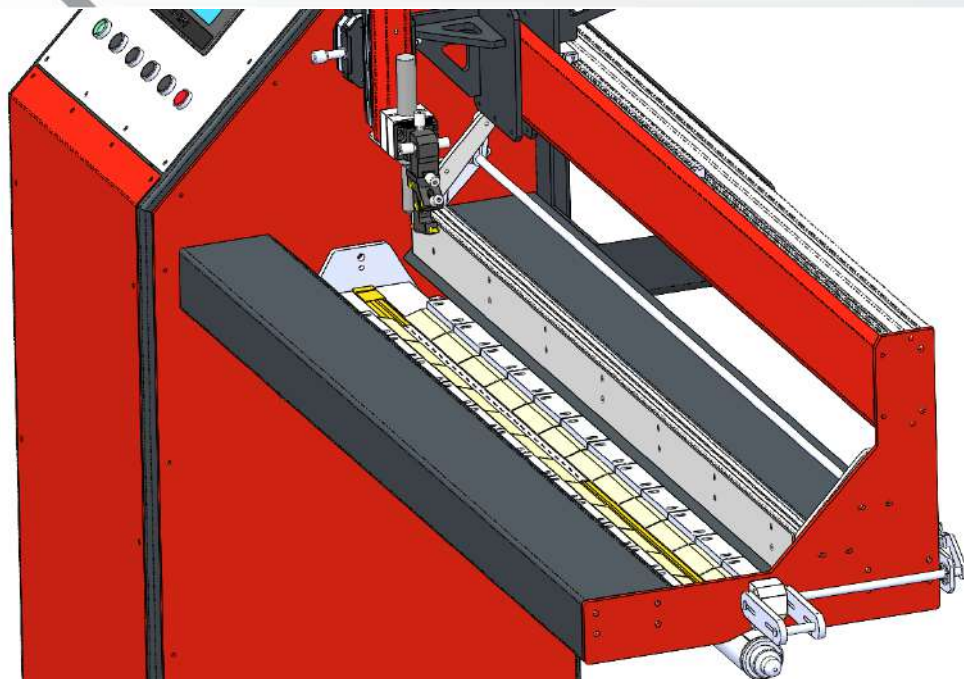
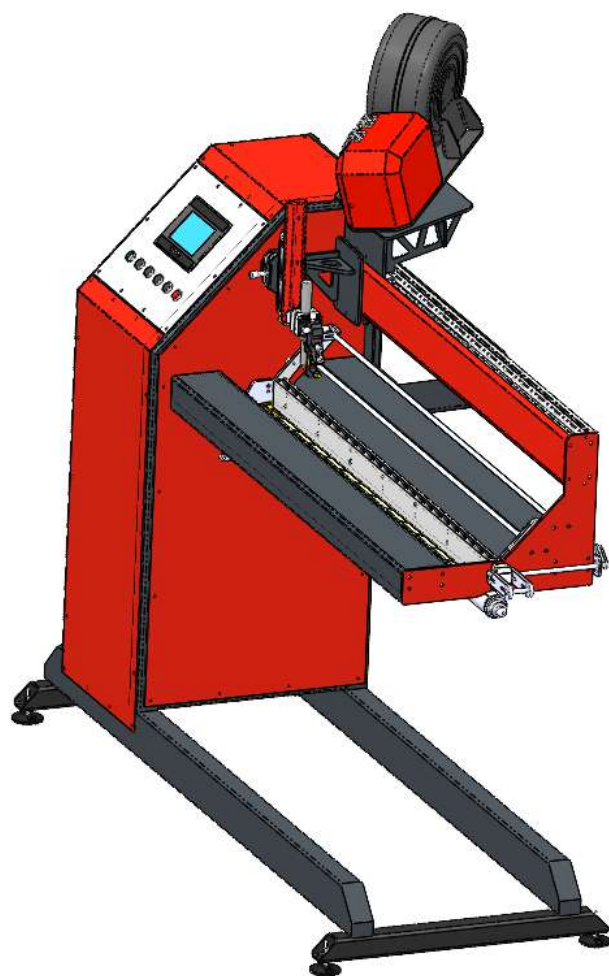
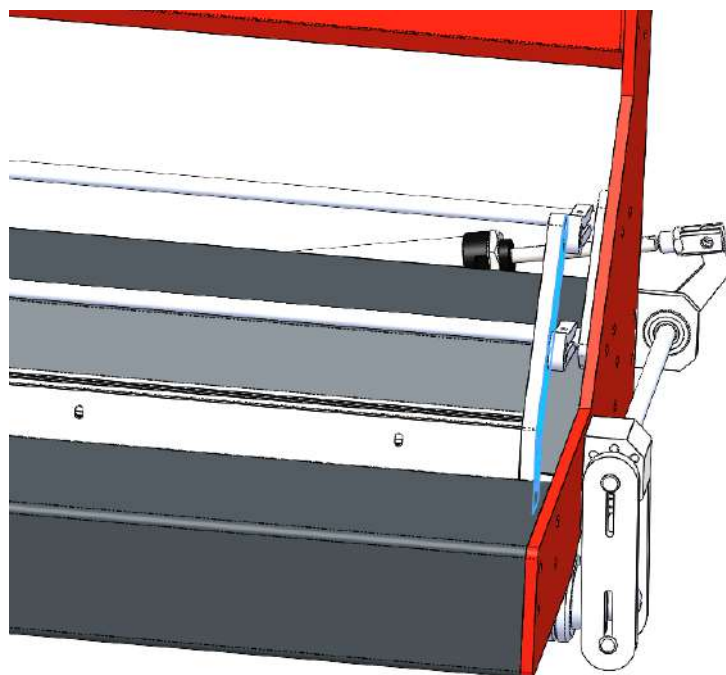

Рисунок 14 – Начальное положение
Рисунок 15 – Продольный упор в нижнем положении
Рисунок 16 - Фиксатор продольной подкладки в закрытом положении
1. Начальное положение. Фиксатор продольной подкладки в открытом положении, прижимы в открытом положении, горелка в верхнем положении, продольная каретка в крайнем левом положении. Продольный упор в верхнем положении. (см. рисунок 14). Первым этапом оператор нажимает на педаль 1 инициируя начало процесса, после чего продольный упор опускается и прижимается к продольной подкладке (см. рисунок 15). После подачи заготовки с правого края станка необходимо нажать педаль 1, после чего станок автоматически переведет фиксатор продольной подкладки в закрытое положение (см. рисунок 16).